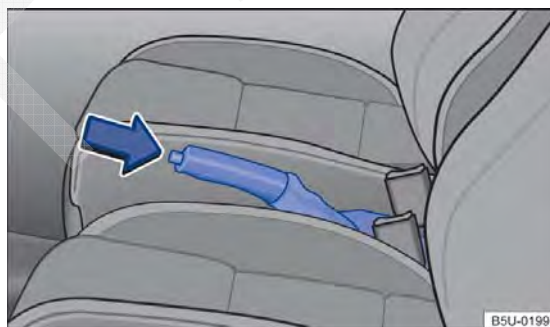

Fig. 109 Entre os bancos dianteiros: alavanca do freio de estacionamento.
- Puxar a alavanca do freio de estacionamento para cima com o botão bloqueador pressionado → Fig. 109 (seta).
- Puxar a alavanca do freio de estacionamento um pouco para cima e pressionar o botão bloqueador → Fig. 109 (seta).